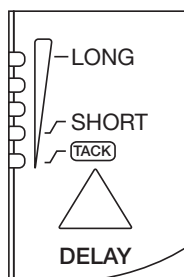

Fig. 13a (filtro ADF G5-01)
- Para ver la configuración de retardo actual, presiona y suelta rápidamente el botón DELAY (RETARDO) + o -. El número de retardo actual destellará. Para cambiar el retardo, presiona repetidamente el botón + o - a fin de mover el LED que destella hacia arriba o hacia abajo hasta el retardo deseado (Fig. 13a y 13b).
- En el filtro ADF G5-01, el ajuste de soldadura por puntos (TACK) se utiliza para reducir la tensión ocular debido a ráfagas de arco cortas y repetidas, ya que el ojo debe ajustarse constantemente a diferentes niveles de luz. Después de cada oscurecimiento, el filtro ADF vuelve a la Sombra 5 (en lugar de a la Sombra 3). Si los arcos continuos golpean cada 2 segundos, el filtro ADF continua el ciclo de variación entre la sombra deseada y la Sombra 5. Si no golpea ningún arco nuevo en el plazo de 2 segundos, el filtro ADF vuelve a su estado de luz normal de Sombra 3 (Fig. 13a).